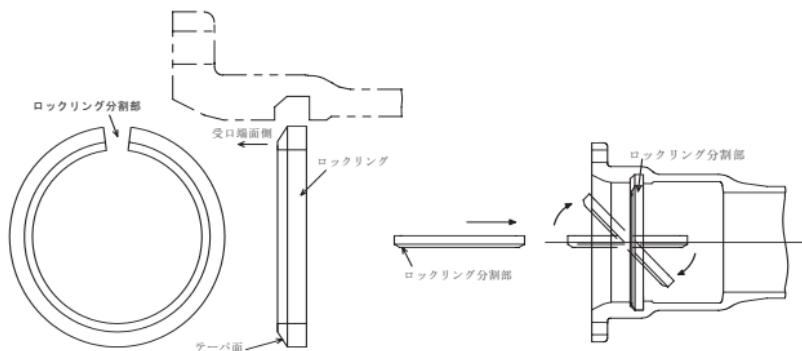

図5 ロックリングの受口へのセット方法
- (1) ロックリングは図5に示すようにテープ面が受口端面側となるように受口にセットする。